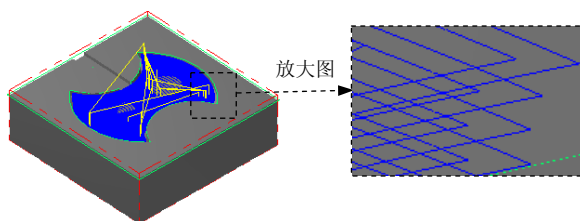

图 22.16 刀具路径
(1) 在“曲面粗加工挖槽”对话框中单击 **粗加工参数** 选项卡, 在 **Z 轴最大进给量:** 文本框中输入 1, 然后在 **进刀选项** 区域选中 ☒ **螺旋式下刀** 复选框。
(2) 单击 **螺旋式下刀** 按钮, 系统弹出“螺旋/斜插进式下刀参数”对话框。单击“螺旋/斜插进式下刀参数”对话框中的 **斜插进刀** 选项卡, 在 **如果斜插下刀失败** 区域选中 ☒ **中断程序** 单选项, 单击“螺旋/斜插进式下刀参数”对话框中的 ☒ 按钮。
(3) 单击 **切削深度(D)...** 按钮, 选中 ☒ **第一刀使用 Z 轴最大进给量** 复选框。单击 ☒ 按钮, 系统返回至“曲面粗加工挖槽”对话框。
Step12. 单击“曲面粗加工挖槽”对话框中的 ☒ 按钮, 完成加工参数的设置, 此时系统将自动生成图 22.16 所示的刀具路径。